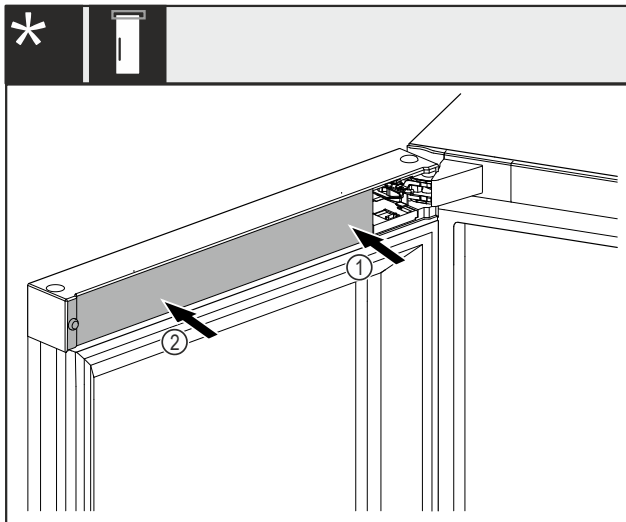

Fig. 50 *
- ▶ Установите крышку Fig. 50 (1) сначала на стороне опорного кронштейна и зафиксируйте ее.*
- ▶ Установите крышку Fig. 50 (2) на внешней стороне и зафиксируйте ее.*